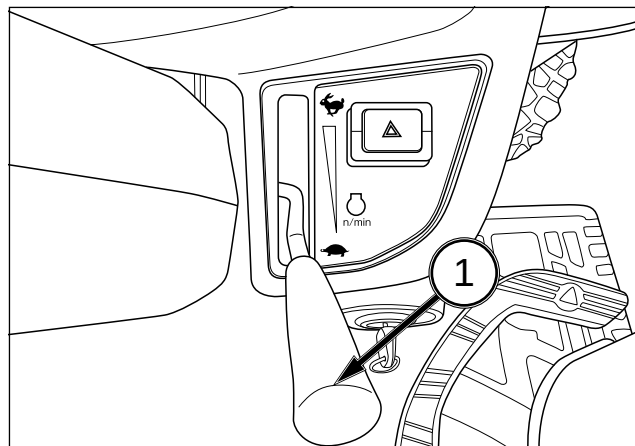

FIG. 46
FIG. 46 : Le levier d'accélération à main (1) règle le régime moteur et reste à la position choisie par l'utilisateur. Si le levier est placé vers l'arrière, le moteur tourne au ralenti. Le régime moteur augmente à mesure que le levier est poussé vers l'avant.